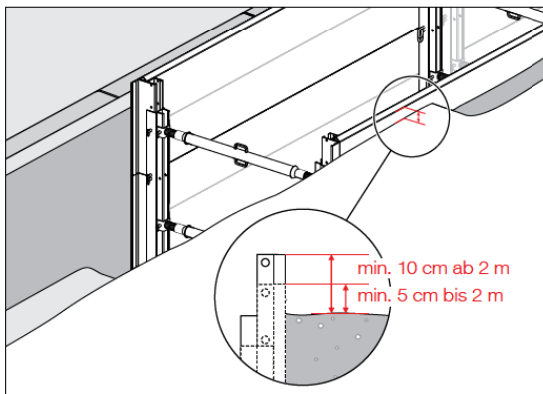

Abb. 6
- Die Verbaueinheit muss min. 5 cm bzw 10 cm über die Grabenkante heraus-ragen (Abb. 6).